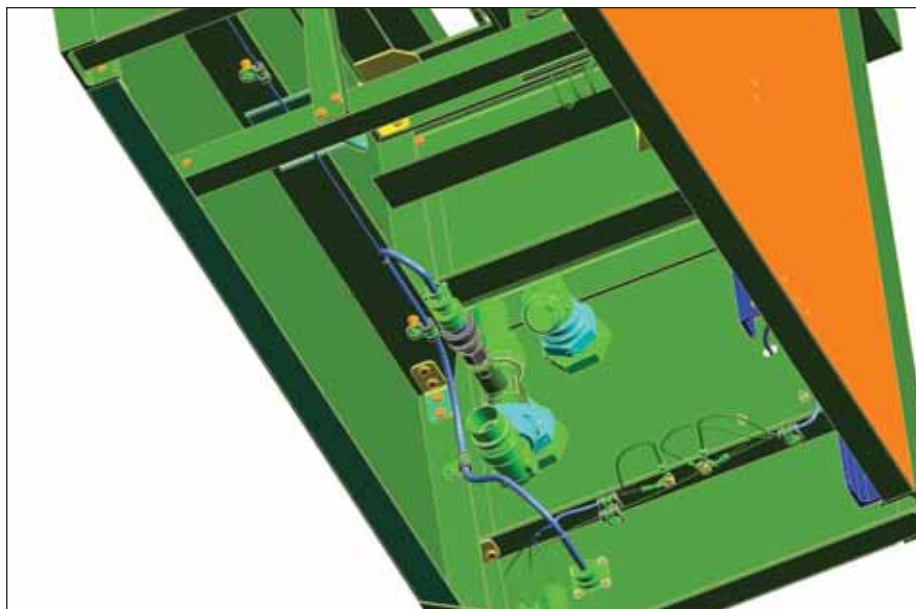

Рис. 7. 3D-моделирование монтажа бортового электрического жгута (NX/Routing Electrical)
- разрабатывать 3D-модели бортовых электрических жгутов (рис. 7);